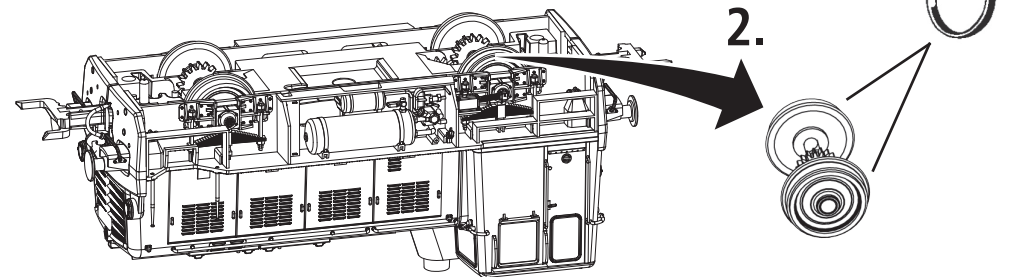

Fig. 8
**3. Haftreifenwechsel:** Zuerst den Getriebedeckel abnehmen (Fig. 7). Danach den **Radsatz** herausnehmen und die **Haftreifen** mit einer Nadel od. mit einem feinen Schraubendreher abziehen (Fig. 8). Beim Aufziehen der neuen Haftreifen darauf achten, dass diese sich nicht verdrehen.
**3. Change of traction tyre:** Remove the gear cover (fig. 7). Take out **wheel set** and remove **traction tyre** using a pin or a fine screwdriver (fig. 8). When pressing on the new traction tyre please **avoid twisting it**.
Démontez d'abord **le couvercle du carter des engrenages** des engrenages (fig. 7). Délogez ensuite les essieux bandagés et enlevez, à l'aide d'une aiguille ou d'un tournevis fin, les bandages d'adhérence (fig. 8). Lors du montage des nouveaux bandages veuillez veiller à ce que les bandages **ne soient pas tordues**.